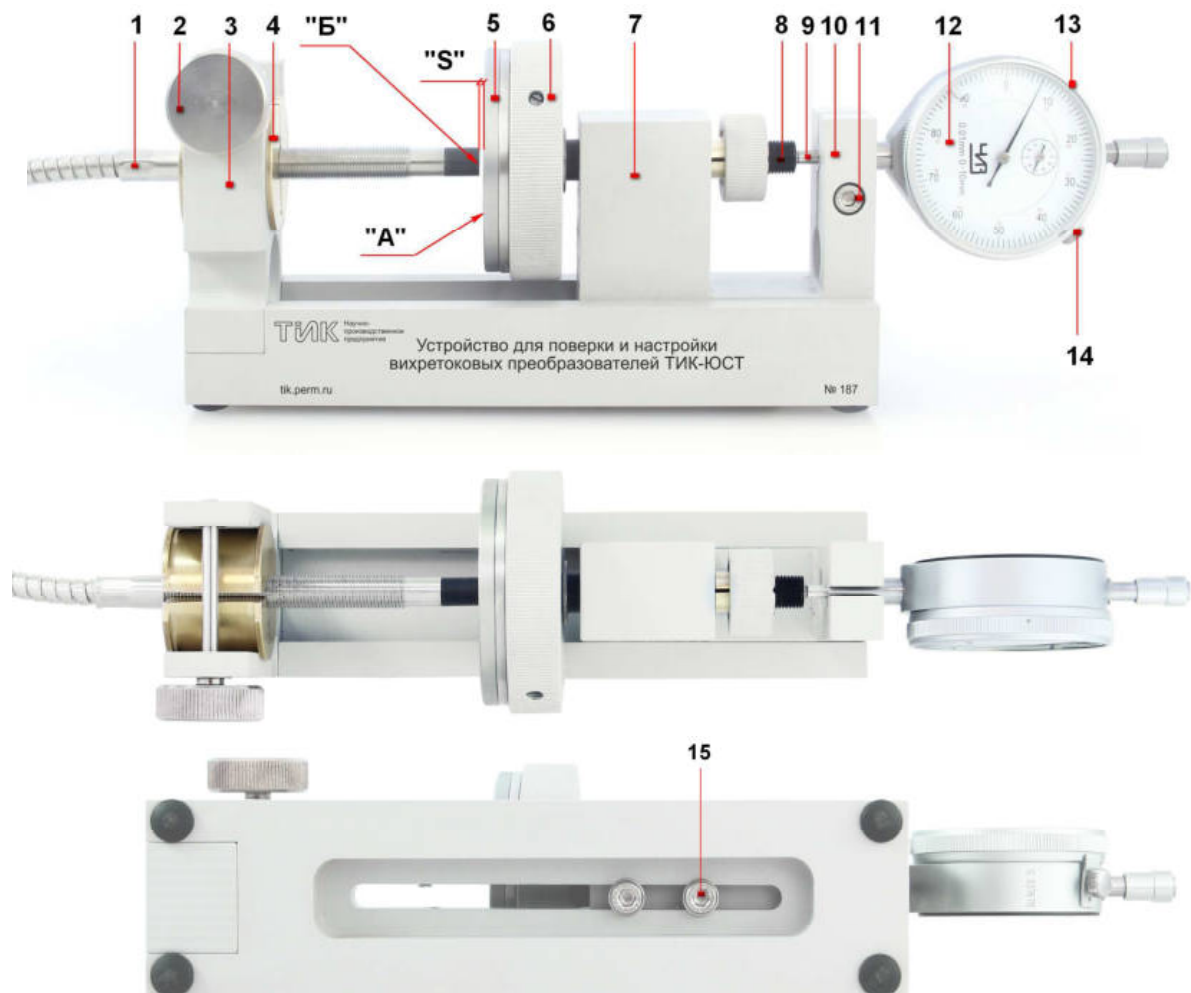

Рисунок 1. Устройство для проверки и настройки вихретоковых преобразователей ТИК-ЮСТ с преобразователем вихретоковым DS-х
1.2 Устройство для поверки и настройки вихретоковых преобразователей ТИК-ЮСТ (в дальнейшем – устройство) предназначено для создания калиброванного зазора «S» между поверхностью «А» измерительного диска поз. 3 (см. рисунок 1) устройства и поверхностью «Б» вихретокового преобразователя:
¹Возможна замена диска на диск из нужного заказчику материала (см. рисунок 1, п.5).
- На установочной поверхности подвижной каретки (рисунок 1 поз. 7) и на измерительной поверхности диска (рисунок 1 поз. 5) не должно быть царапин, забоин, сколов.
- Проверьте ход измерительного стержня (рисунок 1 поз. 9) ИЧ (рисунок 1 поз. 12). Ход должен быть плавным, без рывков.
- Поверхность вала (рисунок 1 поз. 8), в которую упирается измерительный стержень индикатора (рисунок 1 поз. 9) необходимо обезжирить, после чего протереть мягкой и чистой хлопковой салфеткой.
- Вращением барабана (рисунок 1 поз. 6) переместите вал в крайнее правое положение (выкрутить барабан по часовой стрелке).
- Освободите винтом (рисунок 1 поз. 11) стойку каретки (рисунок 1 поз. 10).
- Зафиксируйте ИЧ в стойке каретки винтом (рисунок 1 поз. 11).
- Проверьте ход измерительного стержня (рисунок 1 поз. 9) ИЧЦ (ГЦ) (рисунок 1 поз. 12). Ход должен быть плавным, без рывков.
- Поверхность вала (рисунок 1 поз. 8), в которую упирается измерительный стержень индикатора (рисунок 1 поз. 9), необходимо обезжирить, после чего протереть мягкой и чистой хлопковой салфеткой.
- Зафиксируйте ИЧЦ (ГЦ) в стойке каретки винтом (рисунок 1 поз. 11).
5.1.3 Установить вихретоковый преобразователь DS-х со сменной втулкой (рисунок 1 поз. 4) в стойку (рисунок 1 поз. 3) таким образом, чтобы паз сменной втулки располагался вверху, и поверхность «А» измерительного диска и поверхность «Б» поверяемого вихретокового преобразователя соприкасались. Вихретоковый преобразователь устанавливать в положение, при котором полка с гравировкой номера расположена горизонтально гравировкой вверх. Зафиксировать вихретоковый преобразователь со сменной втулкой винтом (рисунок 1 поз. 2). Сменная втулка определяется по таблице 3.
5.1.4 Если поверхность «А» измерительного диска и поверхность «Б» поверяемого вихретокового преобразователя не соприкасаются, то нужно освободить винты крепления (рисунок 1 поз.15) каретки (рисунок 1 поз. 7). Переместить каретку в нужное положение до соприкосновения поверхности «А» измерительного диска с поверхностью «Б» поверяемого вихретокового преобразователя. Зафиксировать положение каретки винтами (рисунок 1 поз. 15).
5.1.5 Вращением барабана (рисунок 1 поз. 6) переместить измерительный диск (рисунок 1 поз. 5) в крайнее правое положение. Большой циферблат индикатора должен показать ход 10 мм.
5.1.6 При невыполнении п. 5.1.5 необходимо ослабить винт (рисунок 1 поз. 11), сместить ИЧ вдоль его измерительной оси до получения величины хода 10 мм на малом циферблате, зафиксировать индикатор винтом.
5.1.7 Вращением барабана против часовой стрелки переместить измерительный диск влево до соприкосновения с вихретоковым преобразователем, необходимое усилие прижатия обеспечивается трещоткой барабана (3 щелчка), установить на малом и большом циферблате ИЧ значение «0» с помощью ободка индикатора (рисунок 1 поз. 13) и зафиксировать винтом (рисунок 1 поз. 14).
5.2.3 Установить вихретоковый преобразователь DS-х со сменной втулкой (рисунок 1 поз. 4) в стойку (рисунок 1 поз. 3) таким образом, чтобы паз сменной втулки располагался вверх, и поверхность «А» измерительного диска и поверхность «Б» поверяемого вихретокового преобразователя соприкасались. Вихретоковый преобразователь устанавливается в положение, при котором полка с гравировкой номера расположена горизонтально гравировкой вверх. Зафиксировать вихретоковый преобразователь со сменной втулкой винтом (рисунок 1 поз. 2). Сменная втулка определяется по таблице 3.
5.2.4 Если поверхность «А» измерительного диска и поверхность «Б» поверяемого вихретокового преобразователя не соприкасаются, то нужно освободить винты крепления (рисунок 1 поз. 15) каретки (рисунок 1 поз. 7). Переместить каретку в нужное положение до соприкосновения поверхности «А» измерительного диска с поверхностью «Б» поверяемого вихретокового
преобразователя. Зафиксировать положение каретки винтами (рисунок 1 поз. 15).
5.2.5 Вращением барабана (рисунок 1 поз. 6) переместить измерительный диск (рисунок 1 поз. 5) в крайнее правое положение. ИЧЦ (ГЦ) должен показать верхний диапазон измерения (в зависимости от типа и марки индикатора).
5.2.6 При невыполнении п. 5.2.5 необходимо ослабить винт (рисунок 1 поз. 11), сместить ИЧЦ (ГЦ) вдоль его измерительной оси до получения величины верхнего диапазона измерения (в зависимости от типа и марки индикатора), зафиксировать индикатор винтом.